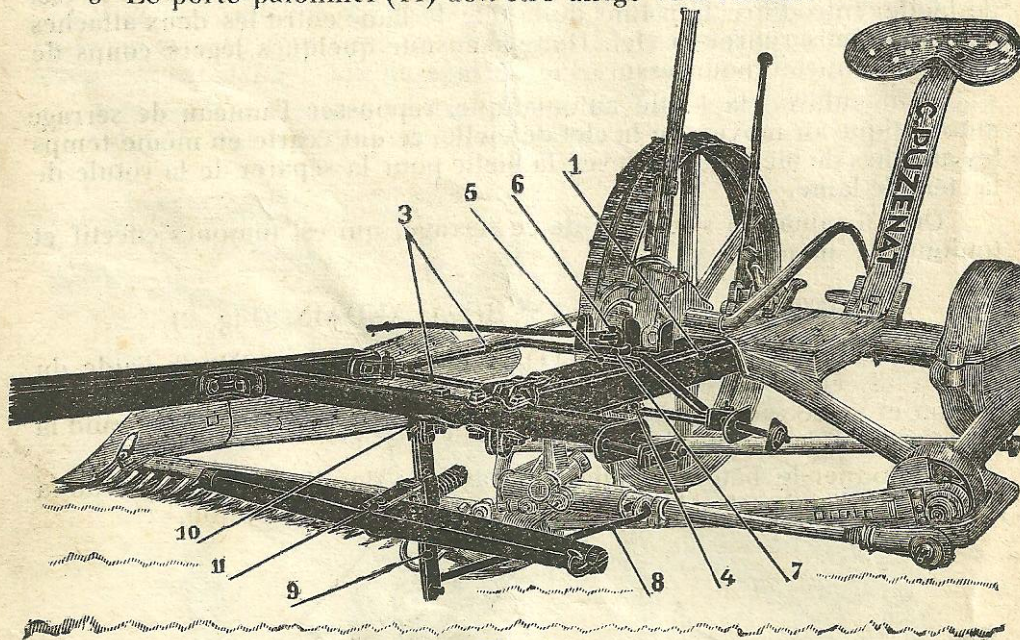

Fig. 3
a) Attelage à 1 cheval pour Faucheuse D 3 b (Fig. 3) :